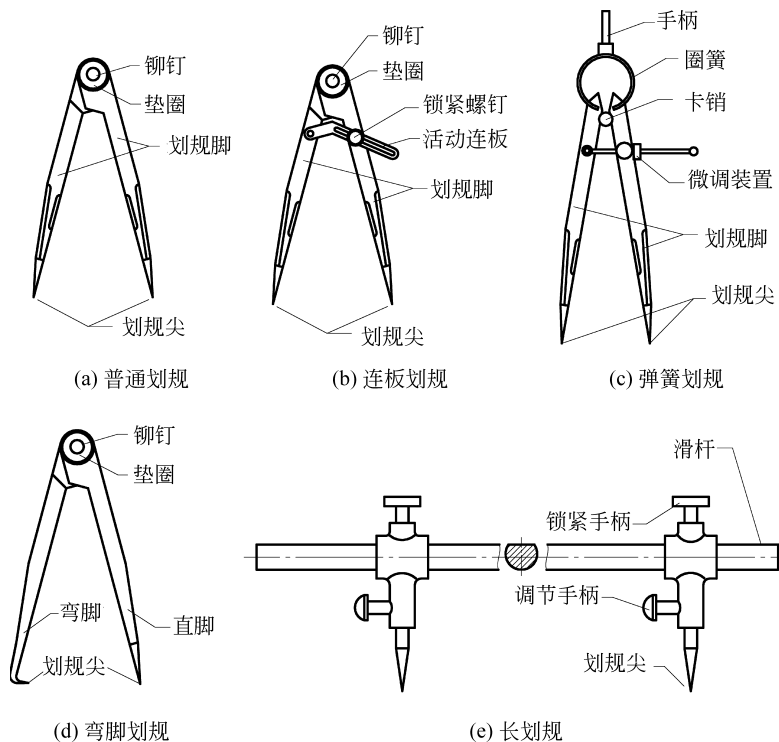

图 3-9 划规的种类
(1) 划规的规格。其规格按长度分为 150mm、200mm、250mm、300mm 等多种。划规是由中碳钢或工具钢制成。
(2) 划规的种类和结构。划规有普通划规、连板划规、弹簧划规、弯脚划规和长划规等多种,种类和结构如图 3-9 所示。最常用的是普通划规,它结构简单,但是调整尺寸不太方便,如果铆钉过松,则在使用过程中,尺寸容易变动。连板划规有锁紧螺钉,